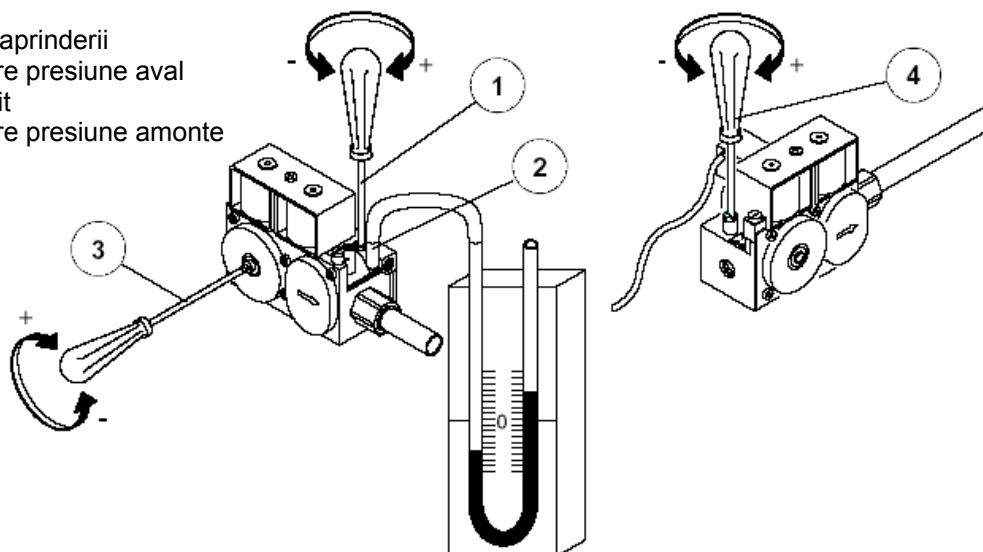

Fig.25
- Se reglează presiunea la arzător rotind surubul (3 fig.25)
- Se verifică dacă presiunea la arzător (fig. 25 punctul 2) corespunde cu valorile din table
Pentru verificarea presiunii la intrarea in arzator (gaz metan) se utilizeaza stutul de prelevare a presiunii (4-fig.25) la iesirea din valva dupa ce s-a indepartat surubul de inchidere; Daca valorile de presiune la arzator nu corespund cu cele indicate este necesara realizarea unei reglari (cu arzatorul in functiune) actionand asupra surubului de reglare a presiunii (3-fig.25) pana la obtinerea valorilor nominale.
Pentru GPL (butan-propan) regulatorul de presiune trebuie sa fie exclus. Pentru a realiza aceasta este suficienta insurubarea completa a regulatorului de presiune (3-fig.25). Verificare presiunii de alimentare se poate face utilizand stutul de prelevare a presiunii (4-fig.25) la intrare (cu arzatorul in functiune);
- 7) Se exclude regulatorul de presiune al valvei de gaz insuruband pana la capat in sens orar (+) surubul (3) (fig.25).